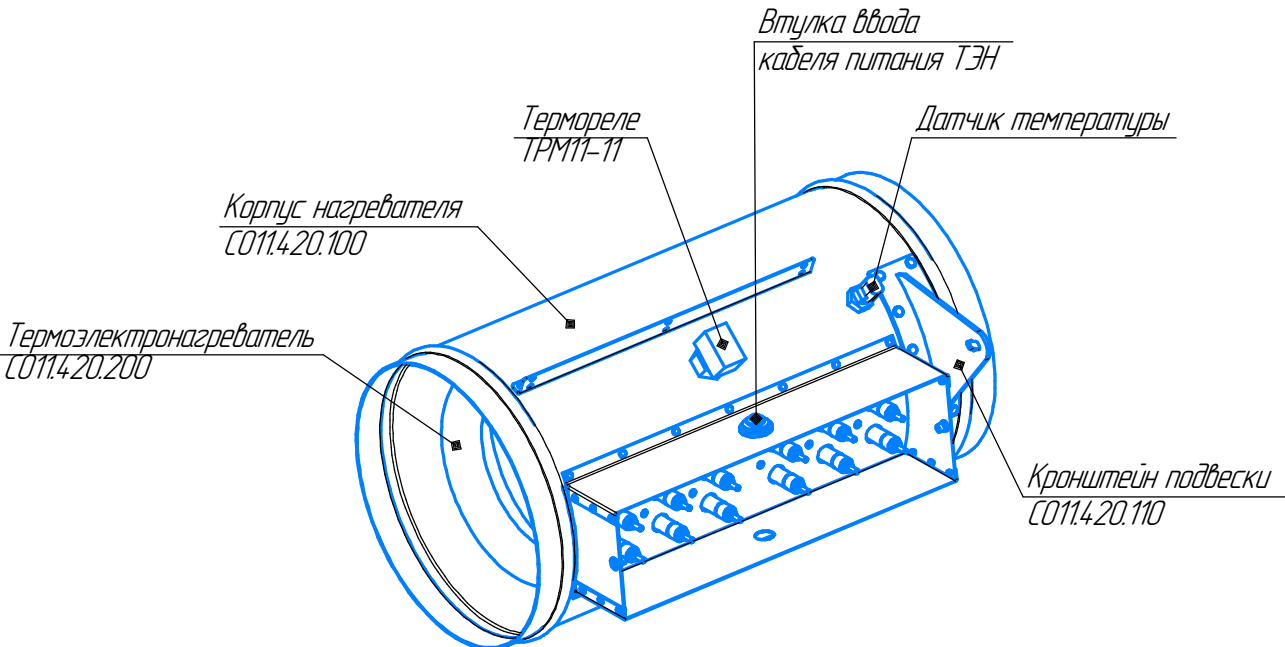

Рис.12. Нагреватель С011420.000
1.3.4.4 Нагреватель С011420.000 состоит из корпуса, шести ТЭНов на напряжение 300 В, мощностью 1,35 кВт каждый, включенных параллельно в две группы, внутри каждой группы ТЭНы соединены последовательно. Общий вид нагревателя приведен на рис.12.